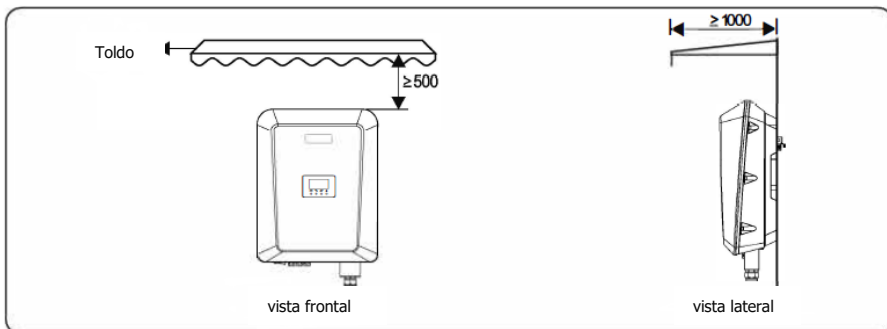

Figura 4.3 Entorno de instalación con toldo (unidad: mm)
- El inversor debe estar protegido contra la exposición directa a la luz solar, la lluvia y la nieve para prolongar su vida útil. Se recomienda instalar el inversor en un lugar protegido. Si no se dispone de un lugar donde resguardarlo, puede construirse un toldo, tal como se muestra en la figura 4.3.